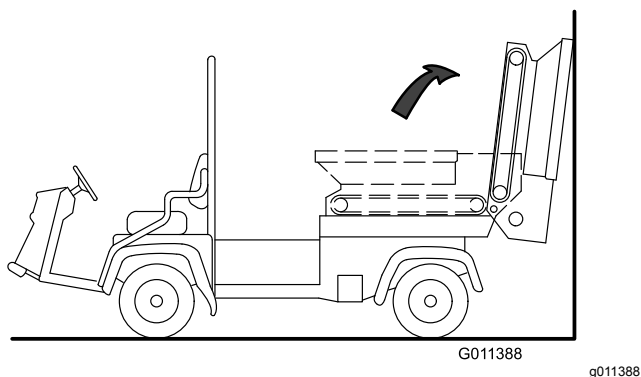

**Figura 32**
4. Retire los 2 tornillos de caperuza, las arandelas y las tuercas a cada lado de la máquina y que sujetan la tolva a la plataforma deslizante (Figura 32).